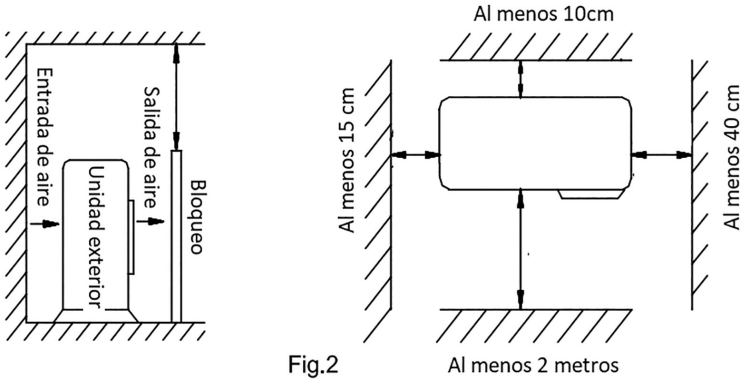

Fig.2
- Las distancias deben ser las mínimas requeridas como se muestra en la Fig. 2.